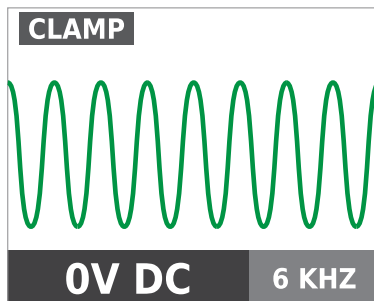

Figura 4.10a
2. Presione el modo de señal HIGH (ALTO) durante 2 segundos para seleccionar el modo de pinza en el transmisor. El modo de pinza genera una señal de 6 kHz amplificada para proporcionar resultados de rastreo superiores. La pantalla del transmisor debe aparecer como se muestra en la Figura 4.10a.